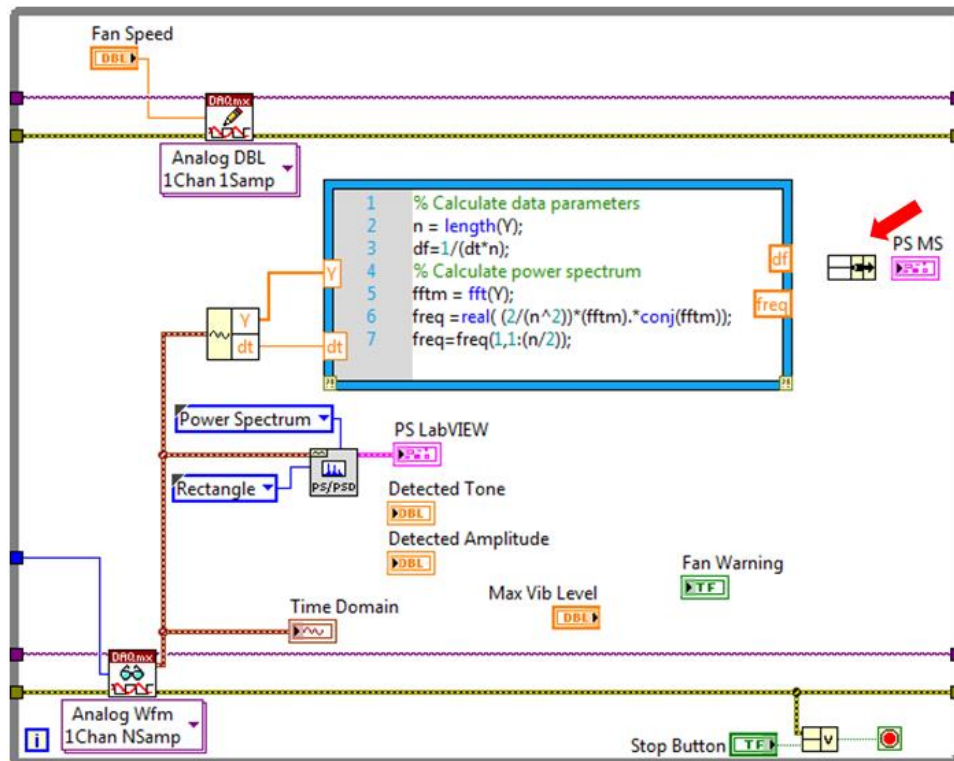

Figura 43. Coloque a função Bundle entre a entrada do gráfico PS MS e o MathScript Node.
24. Coloque essa função no local mostrado na figura 43.